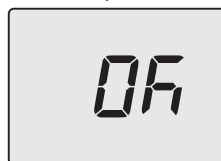

Figura 5.46
- Premendo il tasto 13 (Figura 5.39) si ottiene la conferma del valore inserito. Il display visualizzerà per 5 sec. quanto segue (Figura 5.46) poi, si porterà al livello superiore.